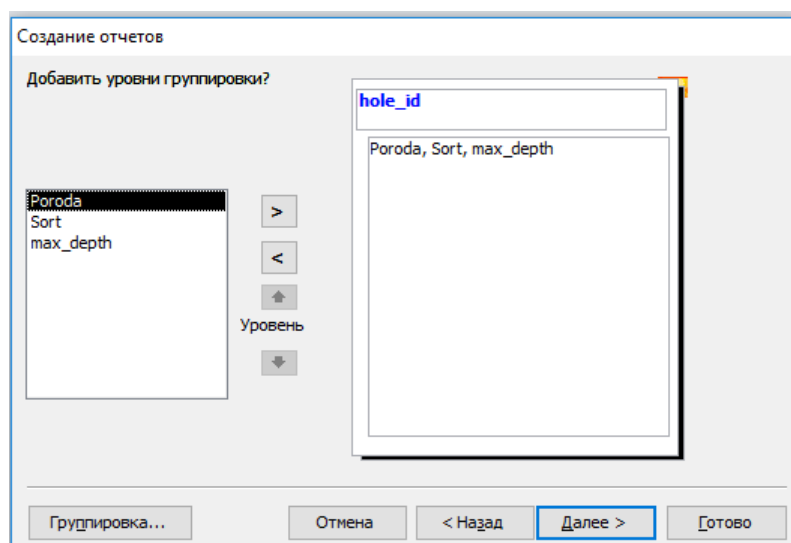

Рис. 34. Встановлення рівнів групування
5. У цьому вікні потрібно вказати верхній рівень групування записів – поле hole_id. Двічі натиснути на імені hole_id в лівому списку вікна додавання рівня угруповання або перенести поле за допомогою кнопки > (рис. 34). Натиснути на кнопку Далее.